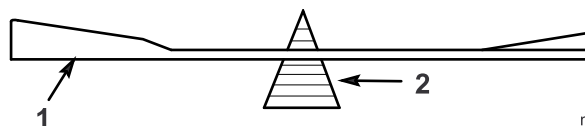

Figura 41
2. Controllate l'equilibrio di ciascuna lama collocandola su un bilanciatore (Figura 41). Se la lama rimane in posizione orizzontale, è bilanciata e può essere utilizzata. In caso contrario, limate soltanto il retro della lama. Ripetete l'operazione finché ogni lama non è perfettamente bilanciata.